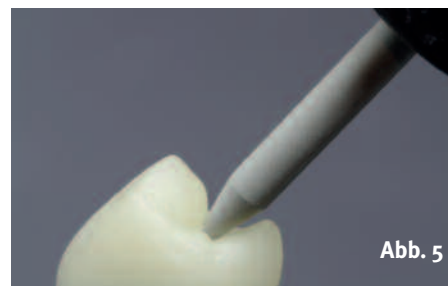

Abb. 5
► **Abb. 5** ... und S235D in feiner Körnung